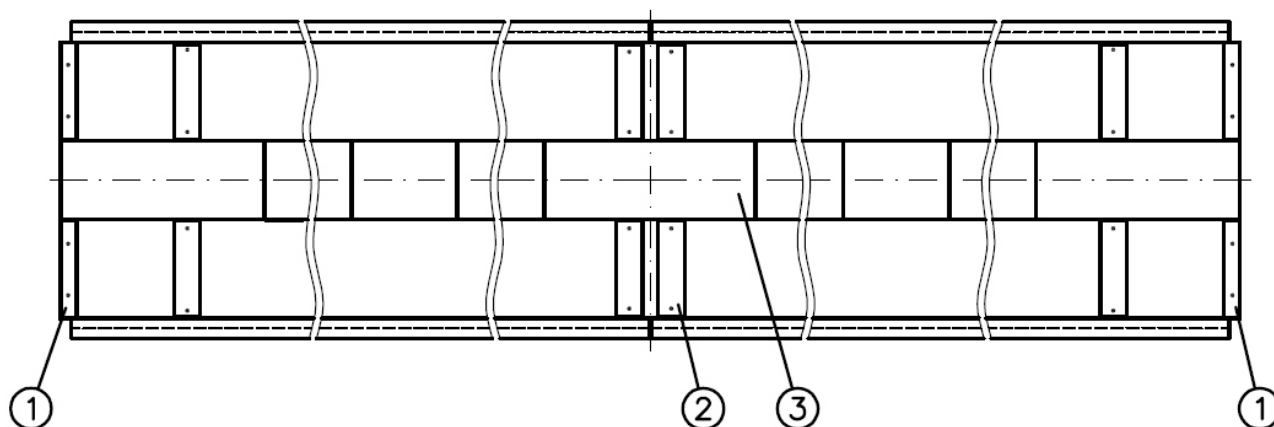

Figura 1: vedere de sus a platformei cu cele trei tipuri de capace
- 6.1. Pentru inspecția kit-urilor, se desfac capacele demontabile prin șuruburi de deasupra punctelor de sprijin ale celulelor de cântărire (figura 1, poz. 2).